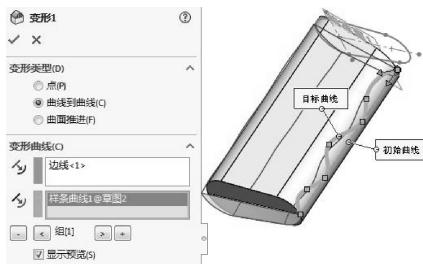

图 3-60 选取变形曲线
- 11 选择【曲线到曲线】变形类型，选取分割的实体边作为初始曲线，再选取上步骤绘制的样条曲线作为目标曲线，如图 3-60 所示。